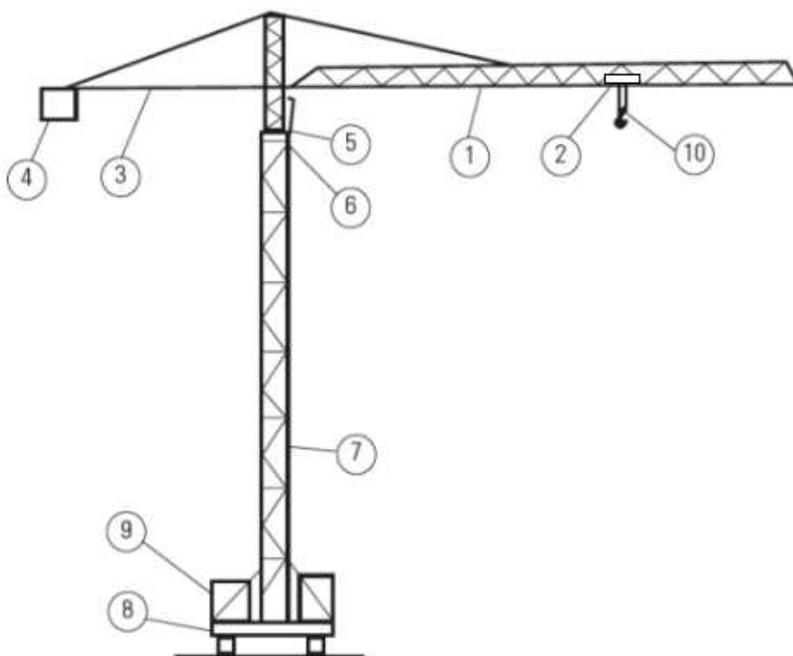

Figura 1
8. Indique la correcta denominación de los componentes marcados en la *figura 1*: